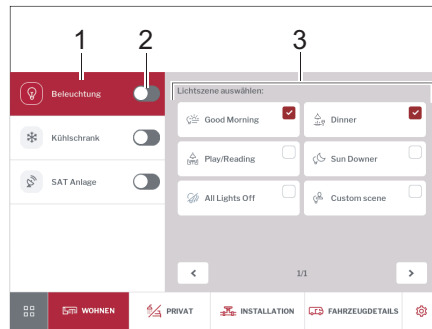

Bild 272 Beleuchtung
- Mit Schiebeschalter (Bild 272,2) Beleuchtung ein- oder ausschalten.
- Auf Schaltfläche *Beleuchtung* (Bild 272,1) tippen. Im Bedienfeld (Bild 272,3) Lichtszene wählen.